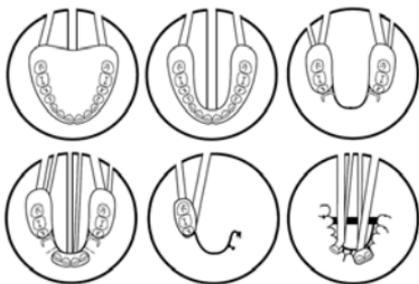

Figura 1 Técnicas de prensado
- a. Cree o coloque agujeros de colada en el modelo de hidrocoloide o silicona como se muestra en la Figura 1.